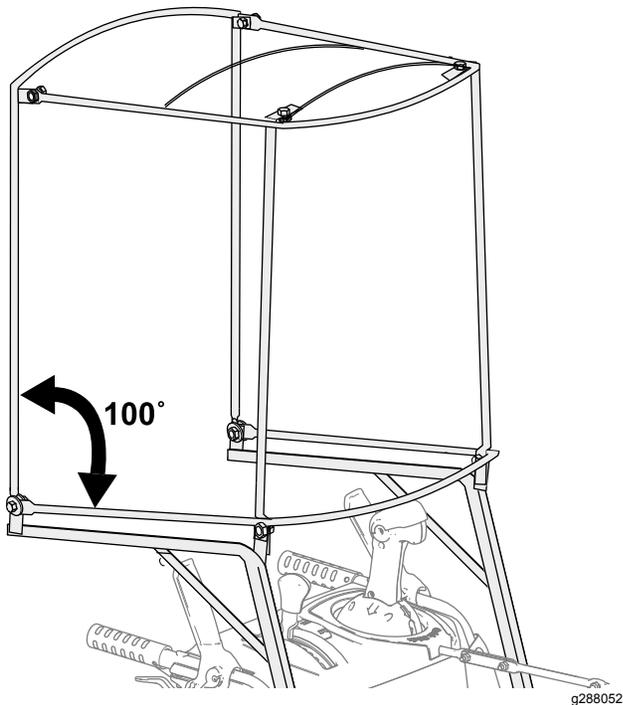

Figure 5
6. Vérifiez qu'un angle d'environ 100° existe entre le cadre horizontal et le cadre arrière (Figure 5).